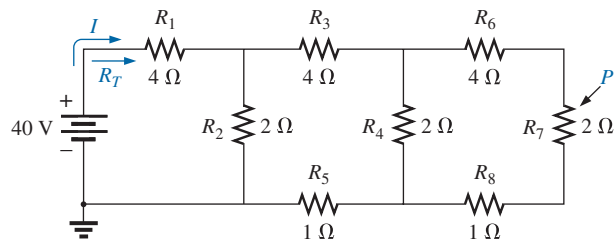

Figura 7.86 Problema 27.
- 27. Considerando o circuito em cascata mostrado na Figura 7.86: